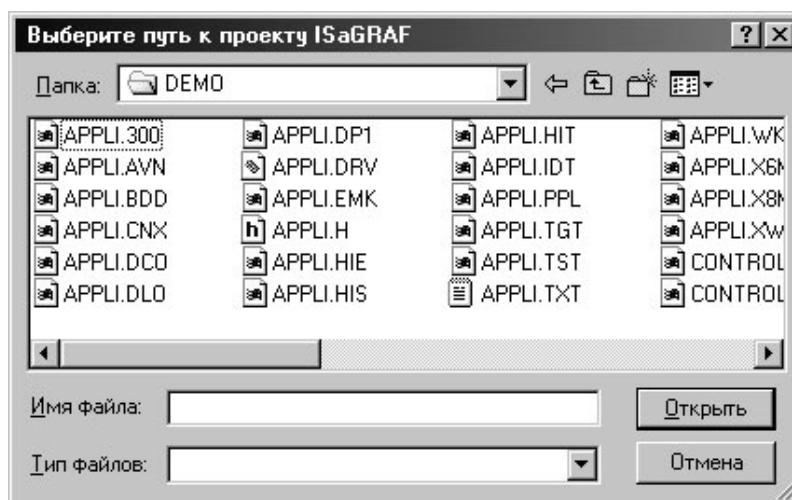

Рисунок 4.30 - Добавление переменных проекта ISaGRAF v.3.x
- б) будет выведено окно для добавления переменных проекта ISaGRAF v.3.x в пространство имён ТесcoOPC (Рисунок 4.30). Переменные добавляются в пространство имён путём анализа файлов проекта;